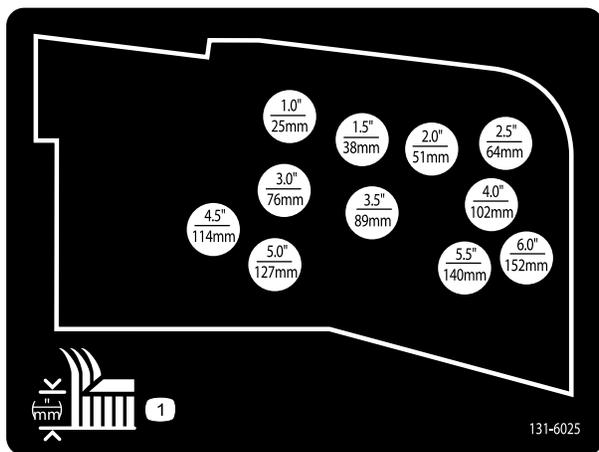

Figura 21
10. Montate le catene dell'altezza di taglio nel foro dell'altezza di taglio desiderata usando il perno con testa e la coppiglia (Figura 21).